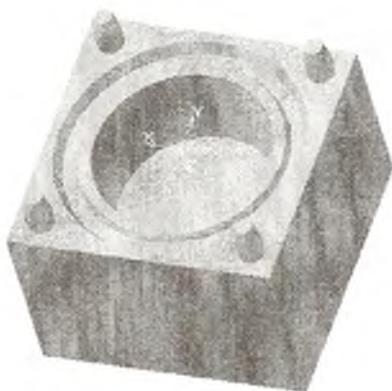

Рис. 26. Построение направляющих штампа
VIII. Копирование элементов модели с помощью команды **"Зеркальная копия"**. На данном этапе построения будет создано дополнительно 3 направляющих (рис. 26).
- 3) Проверьте правильность построения модели по рис. 26.